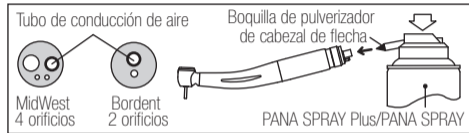

Fig. 7
- 1) Monte la boquilla de pulverizador del cabezal en flecha en el conducto de pulverizador. (Fig.7)